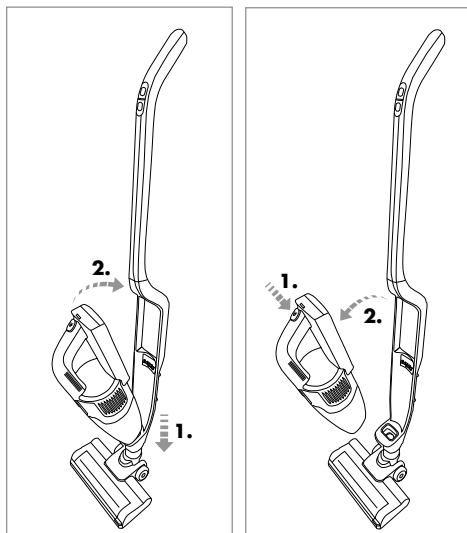

Afb. 2
- 1) Draai de schroef **13** achter op de steel **12** linksom los met een kruiskopschroevendraaier. Haal de schroef **13** uit de schroefopening op de steel **12** (afb. 2).
- 2) Steek de steel **12** op de steelhouder van het apparaat. Schuif de steel **12** helemaal op de steelhouder tot hij stevig op het apparaat vastzit (afb. 2).
- 3) Steek de schroef **13** weer in de schroefopening achter op de steel **12**. Draai de schroef **13** met een kruiskopschroevendraaier rechtsom vast (afb. 2).